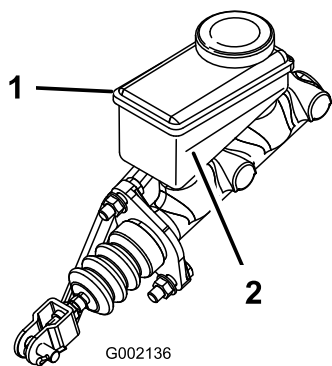

図 69
5. タンクの側面についているマークで、量を点検する 図 69。
- B. 最低ラインより上まで DOT 3 ブレーキ液を補給する 図 69。